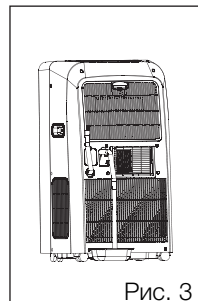

Рис. 3
- При необходимости можно организовать непрерывный отвод конденсата из кондиционера. Откройте крышку, предназначенную для заправки воды. Найдите патрубок для подсоединения сливного шланга. Подсоедините сливной шланг (входит в комплект поставки кондиционера) к соединительному патрубку. Свободный конец шланга поместите над канализационным отверстием или опустите в сливной бак вместимостью приблизительно 8 литров (см. рис. 3 и 4).
- Подсоедините сливной шланг (входит в комплект поставки кондиционера) к соединительному патрубку. Свободный конец шланга поместите над канализационным отверстием или опустите в сливной бак вместимостью 8 литров (см. рис. 3 и 4).